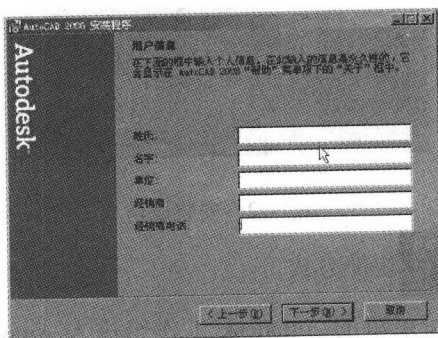

图 1-7 安装时输入用户信息
7) 出现用户信息界面(见图 1-7)。输入姓、名、单位、经销商和经销商电话,每项最少要输入一个字符,然后单击“下一步”按钮继续。